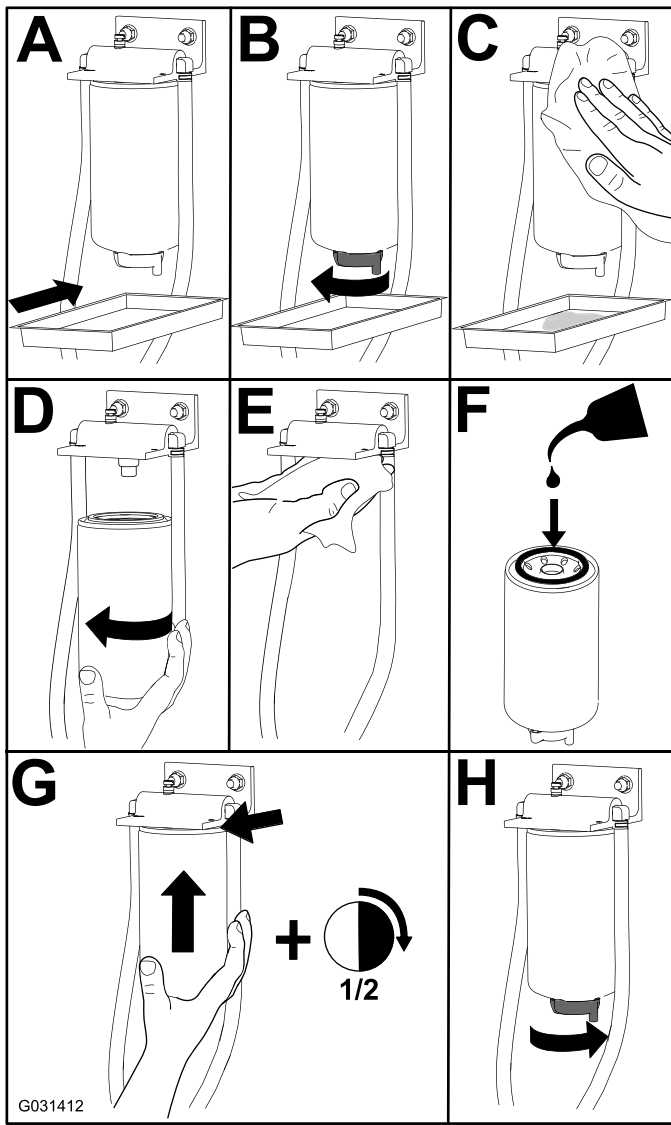

Figura 79
1. Sustituya el filtro tal y como se muestra en la Figura 79.